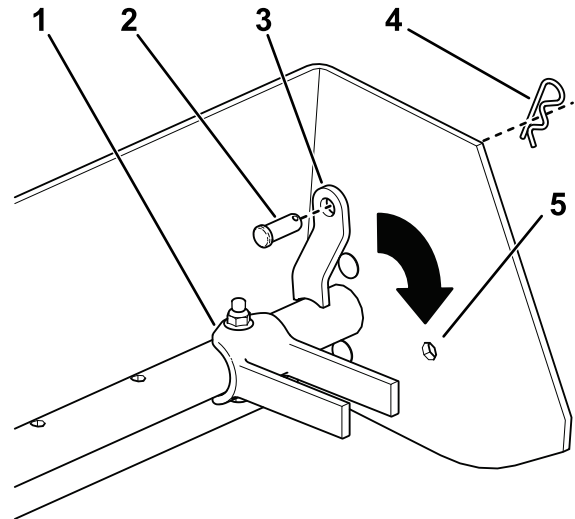

Figure 5
- Pendant le nivelage, tournez le scarificateur en position supérieure et fixez chaque extrémité avec un axe de chape et une goupille fendue (Figure 5).
- Pendant la scarification, tournez le scarificateur en position inférieure et fixez chaque extrémité avec un axe de chape et une goupille fendue (Figure 5).